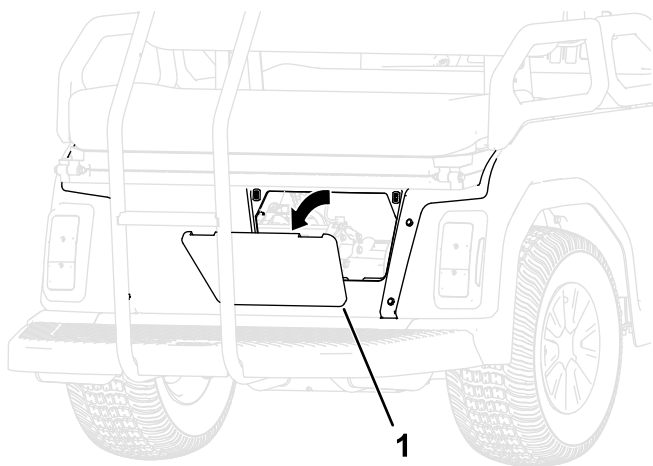

Figura 17
2. Retire a tampa de acesso da parte traseira da máquina (Figura 17).